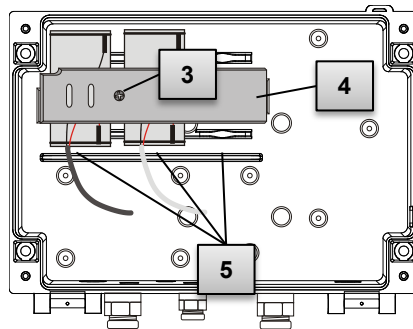

Abb. 24
9. Platzieren Sie die neuen Batterien im Bodenteil an den vorgesehenen Stellen (Abb. 24, Pos. 5).